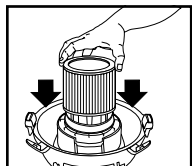

FIGURE 14
21. Alors que le couvercle du réservoir est renversé, glissez la cartouche filtrante vers le bas, sur le support de couvercle, et poussez jusqu'à ce que les joints du filtre reposent contre couvercle. **FIGURE 14.**